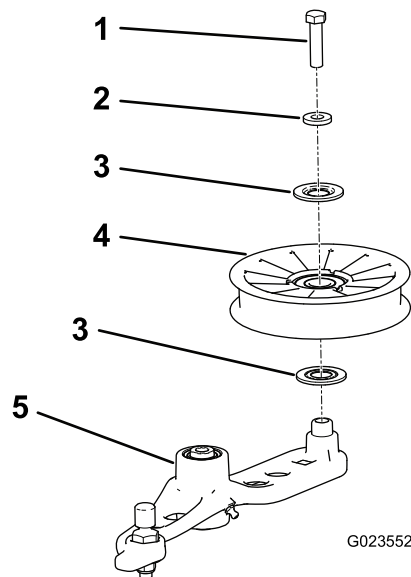

Рисунок 59
6. Выверните болт крепления старого натяжного ролика к рычагу натяжителя и установите новый ролик (Рисунок 59).